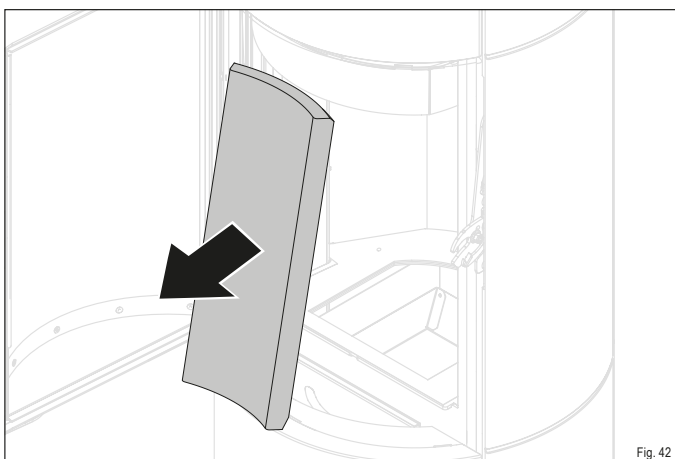

Fig. 42
- Retirez la pierre thermique arrière (Fig. 42).